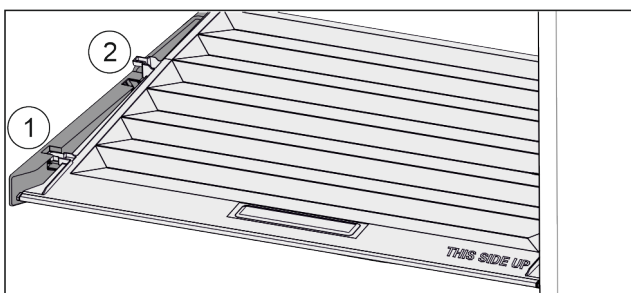

Fig. 35
- ▶ Кришку до отвору в деталях для підтримки потягнути вперед Fig. 35 (1).
- ▶ Підняти ззаду низу та вийняти Fig. 35 (2) вгору.